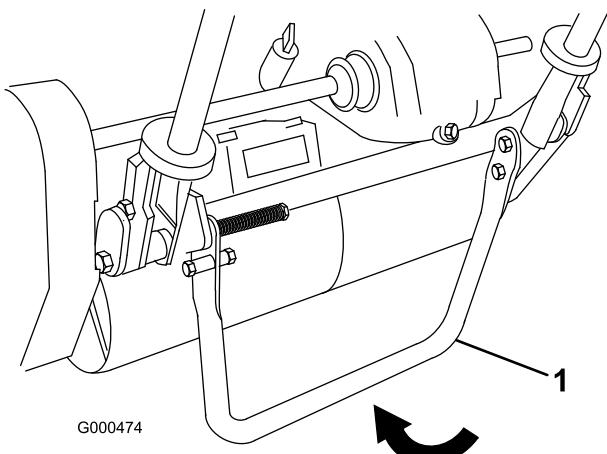

図 12
1. キック・スタンドを立てる(スタンドを足で下げるながらハンドルを持ち上げる; 図 12)。